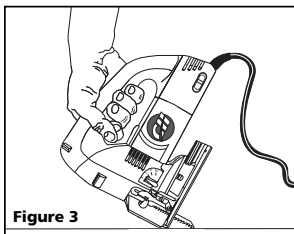

Figure 3
2. Pencher l'outil vers le haut sur le bord avant de la base avec la pointe de lame positionnée juste au-dessus de la surface de la pièce de travail (Figure 3).